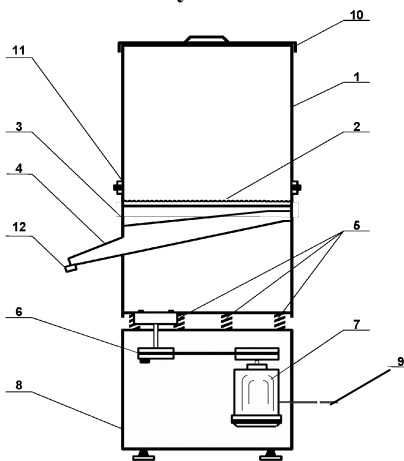

Рис.1
4.1. Установка «Каскад» (рис.1) включается с помощью кнопки на панели пускателя.